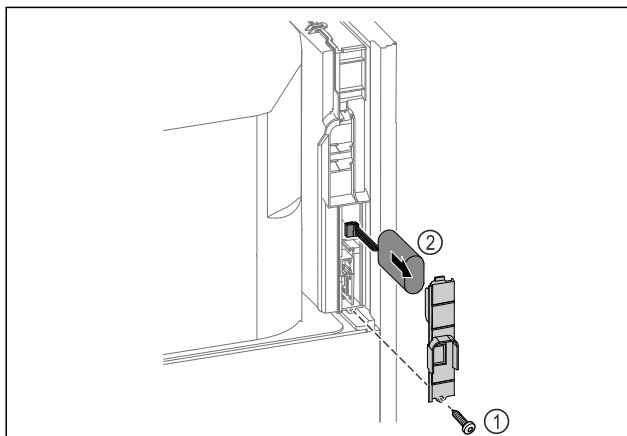

Fig. 254
- ▶ Wykręcić śrubę i usunąć ostonę z tyłu urządzenia Fig. 254 (1).
- ▶ Odczepić i wyjąć baterię Fig. 254 (2).